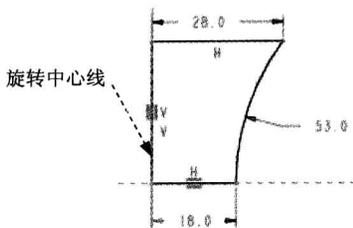

图 1.3 截面草绘
- (1) 选择命令。单击 **模型** 功能选项卡 **形状** 区域中的“旋转”按钮 。
- (2) 绘制截面草绘。在图形区右击，从系统弹出的快捷菜单中选择 **定义内部草绘...** 命令；选取 FRONT 基准平面为草绘平面，TOP 基准平面为参考平面，方向为 **顶**；单击 **草绘** 按钮，绘制图 1.3 所示的截面草绘（包括中心线）。单击 **草绘** 功能选项卡 **关闭** 区域中的“确定”按钮 ，退出草绘环境。
(3) 定义旋转属性。在操控板中选择旋转类型为 ，在角度文本框中输入角度值 360.0，并按回车键。
- (4) 在操控板中单击“完成”按钮 ，完成旋转特征 1 的创作。